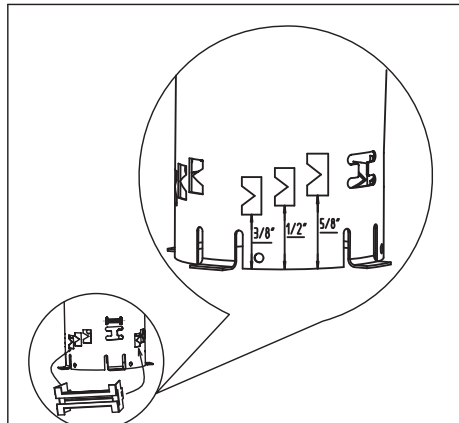
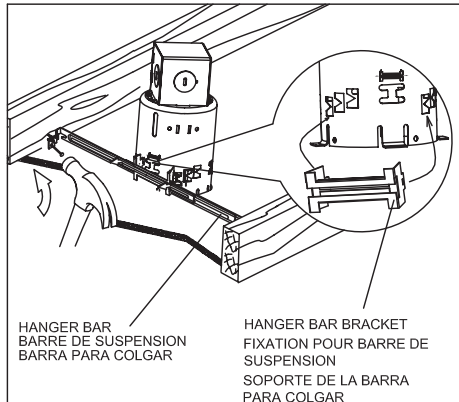

FIG.7
FIG.7A
- a) Déterminez l'épaisseur du plafond, Référez-vous à la Figure 7 et déterminez les fentes appropriées sur le boîtier pour correspondre à l'épaisseur du plafond. Installez en conséquence le clip de fixation dans les fentes (Fig. 7A). Appuyez sur la plaque de fixation pour vous assurer qu'elle est bien fixée dans les fentes.